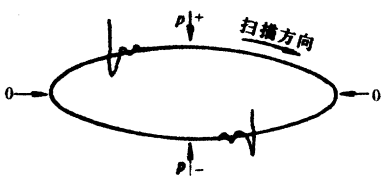

图 A2 椭圆基线扫描方向识别
c. 根据椭圆基线扫描方向。放电脉冲与各种干扰信号均在时基上占有相应的位置(即反映正弦波的电角度),如前所述,试品内部放电脉冲总是叠加于正向(或反向)的上升段,根据椭圆基线的扫描方向,可确定放电脉冲和干扰信号的位置。方法是注入一脉冲(可用机内方波),观察椭圆基线上显示的脉冲振荡方向(必要时可用X轴扩展)即为椭圆基线的扫描方向,从而就能确定椭圆基线的相应电角度,如图A2所示。